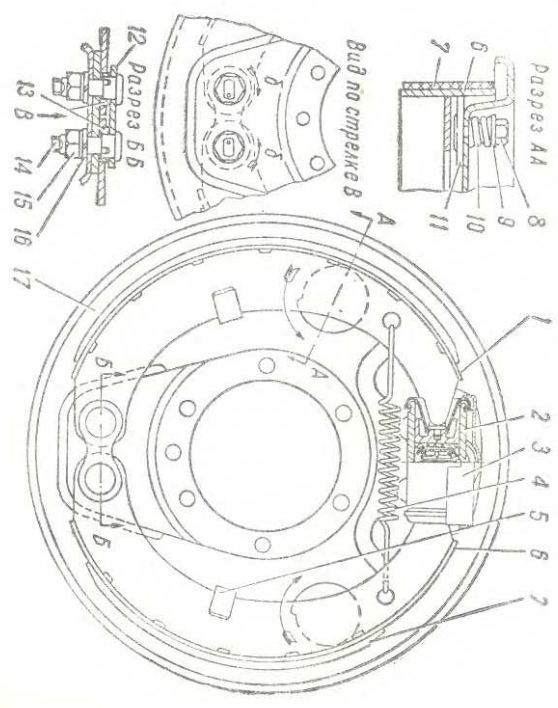

Рис. 64. Рабочий тормоз:
2 Вращая колесо, постепенно поворачивать болт 8 (рис. 64) регулировочного эксцентрика 11 колодки 1 в на-правлениях, указанных стрелками, до тех пор, пока ко-лесо не затормозится. Направление вращения колеса при этом должно совпадать с направлением вращения регулировочного эксцентрика 11 регулируемой колодки.
- 4 Нажимая на педаль тормоза с силой 12—16 даН (12—16 кгс), повернуть опорные пальцы в направлении, указанном стрелками «6» (рис. 64), так, чтобы нижняя часть накладки касалась тормозного барабана.